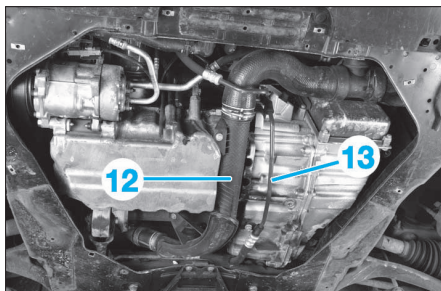

FIG. 8
- Déposer le conduit d'air (12) (Fig.8).
- Débrider le tuyau de direction assistée (13).